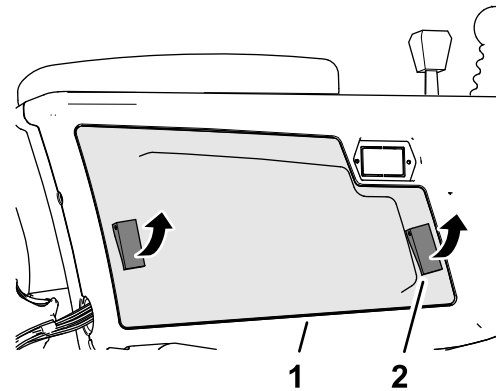

Figura 129
2. Abra os dois trincos que fixam a cobertura do braço de controlo ao braço de controlo, e remova a cobertura (Figura 129).